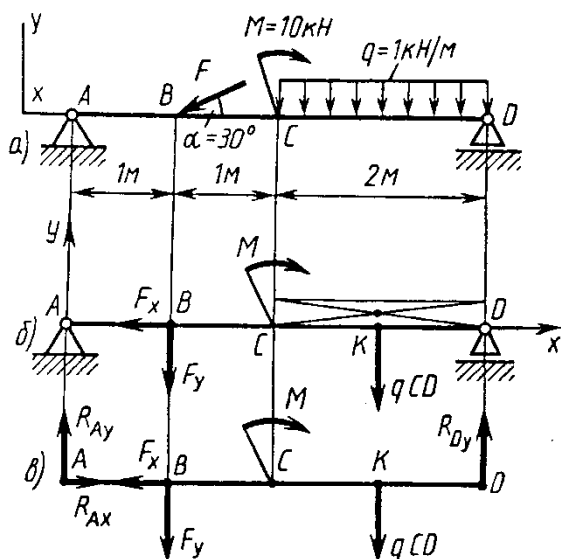

Рис.2
Пример 2. Определить реакцию опор балки (рис. 2, а).
Решение. 1. Изобразим балку с действующими на нее нагрузками (рис. 2, а).
3. Силу  $F$  заменяем ее составляющими  $F_x = F \cos \alpha$  и  $F_y = F \sin \alpha$ . Равнодействующая  $q \cdot CD$  равномерно распределенной нагрузки приложена в середине участка  $CD$ , в точке  $K$  (рис. 2, б).
4. Освобождаем балку от опор, заменив их опорными реакциями (рис. 2, в).